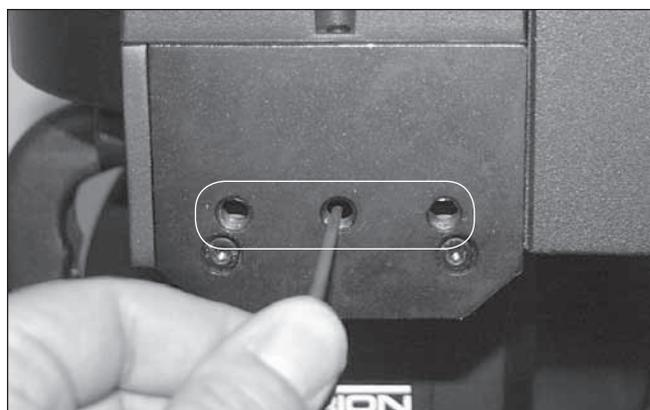

Figura 26: rimuovere completamente le tre viti del coperchio estetico sulla piastra anteriore e metterle da parte.
8. Con la stessa chiave a brugola rimuovere completamente le tre viti del coperchio sulla parte anteriore dell'alloggiamento della declinazione (**Figura 26**). Queste viti assolvono a una funzione puramente estetica. Una volta rimosse le viti esterne, sarà possibile raggiungere le viti a brugola all'interno dell'alloggiamento e le si potrà utilizzare per regolare realmente l'accoppiamento degli ingranaggi.